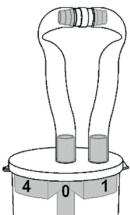

Abb. 4
9. Anslut båda slangändarna ordentligt med slangkopplingen. Sugpolypfällan är alltså förseglad (Fig. 4).